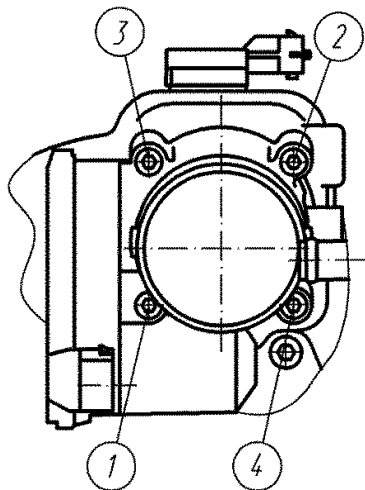

Рис.98. Последовательность затяжки винтов крепления дроссельного модуля
2. Установить и закрепить к ресиверу дроссельный модуль с прокладкой. Винты крепления дроссельного модуля затягивать крест-накрест (рис.98).